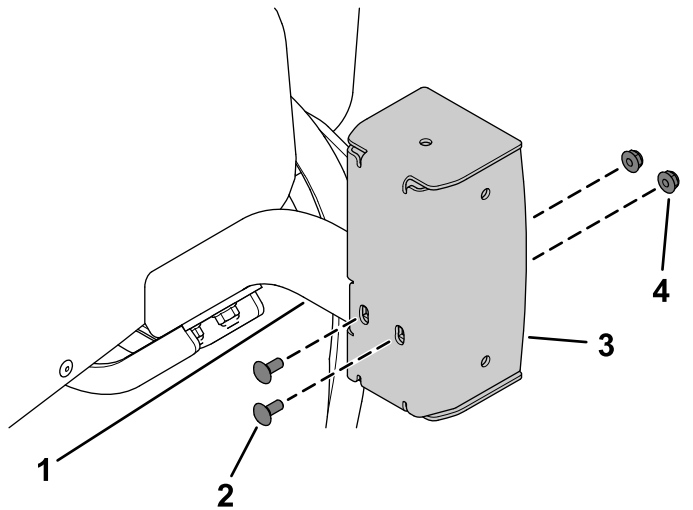

Figura 24
4. Prenda a caixa da luz esquerda e caixa da luz direita à montagem curta esquerda e montagem curta direita utilizando quatro parafusos de carroçaria ($\frac{1}{4}$ x $\frac{5}{8}$ pol.) e quatro porcas de bloqueio ($\frac{1}{4}$ pol.) como se mostra na Figura 24.